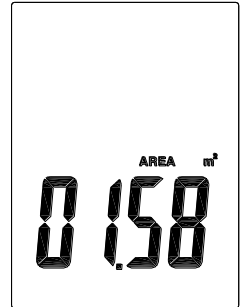

Fig.3
3. Drücken Sie  oder  um die gewünschte Einheit auszuwählen.(refer Fig.3).
Durch Drücken der  Taste, blinken die Ziffern auf dem Display. Durch Drücken der  oder  Taste können Sie das Kommazeichen versetzen. (refer Fig.3).